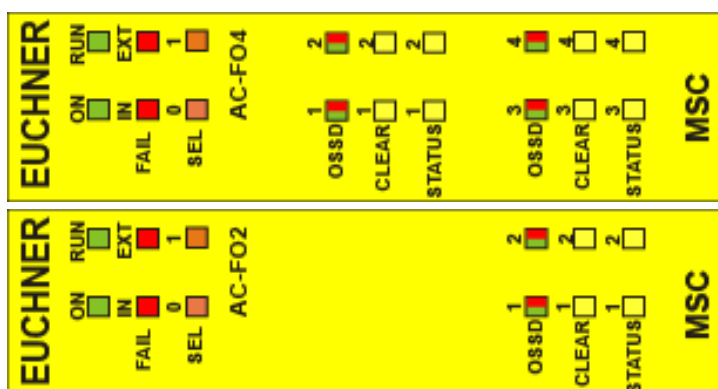

Figure 35 : AC-F02/AC-F04
8.4.8. Modules AC-F02 / AC-F04 (Figure 35)